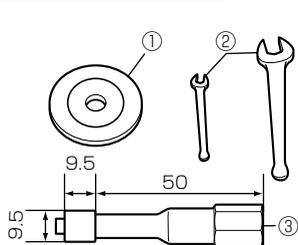

図 2
- (1) 小径穴の内面研削に便利のように標準付属品として図 2 に示すようなショートエクステンションを付属しておりますから本体付属トイシで大きすぎる場合にはこのショートエクステンションをご使用ください。